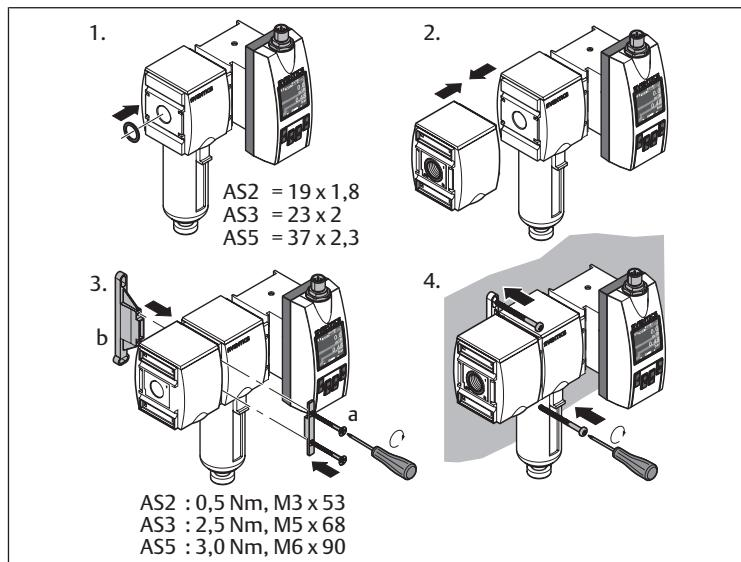

Fig. 4: Montaje con soporte de fijación | W03
- Montaje con soporte de fijación: véase → Fig. 4.